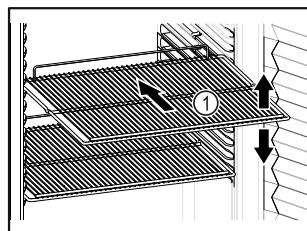

Fig. 64 Beispielhafte Darstellung
- Wenn Abstellroste Fig. 64 (1) versetzbare sind, je nach Höhe anpassen.